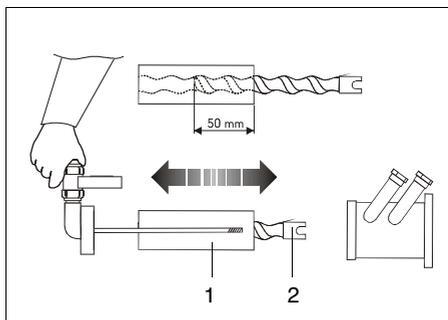

FIG.44 (Remplacement du groupe rotor / stator)
N.B.: Avant d'effectuer le montage du nouveau groupe il faut visser le rotor (FIG. 44 - Ref. 2) sur le stator (FIG. 44 - Ref. 1) pour au moins 50 mm.